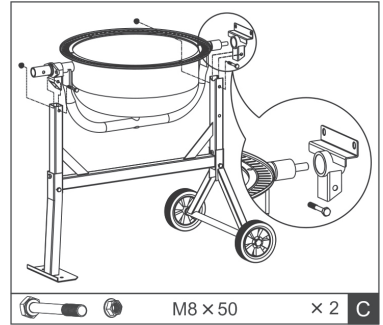

Fig.7
4. Far scorrere il cuscinetto sull'albero del tamburo e fissarlo con l'anello a spirale. Posizionare la parte inferiore del tamburo (a coppie) nel telaio del tamburo. L'estremità più lunga dell'albero punta in direzione dello stand. Fissare il tamburo su entrambi i lati con una vite M8x50 e dado (C). Serrare i collegamenti a vite. Vedi Fig. 7.